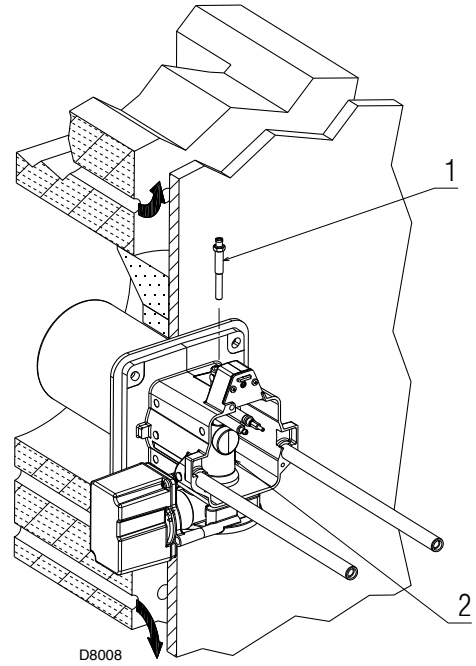

Fig. 15
- quitar el tornillo 1)(Fig. 15)
- extraer la parte interior 2)(Fig. 15) del cabezal y proceder a su calibración.
En este punto de la instalación el cabezal de combustión se fija a la caldera como en la Fig. 15.